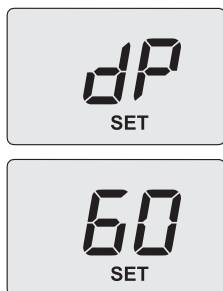

Figura 9.15
- Utilizzare i tasti 14 o 15, sul display LCD le lettere **dp** si alternano con il valore di temperatura dell'acqua di riscaldamento (es. **60**) e compare la scritta **"SET"**, indicanti l'entrata nell'attivazione della "funzione spazzacamino" alla potenza massima in sanitario (Figura 9.15);